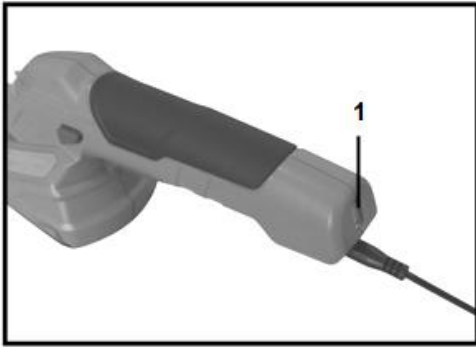

Abb. 1
AUFLADEN (ABB. 1)
- 1) Verbinden Sie das Werkzeug mit dem Ladegerät (Abbildung 1).
- 2) Prüfen Sie, ob Ihre Netzspannung mit der auf dem Typenschild des Akkuladegerätes angegebenen Spannung übereinstimmt. Verbinden Sie das AkkuLadegerät mit einer Netzsteckdose. Die rote LED (Abbildung 1/Element1) leuchtet auf, um anzuzeigen,
- 4) Sobald der Batterieblock voll aufgeladen ist, erlischt die rote LED (Abb. 1/Teil 1)